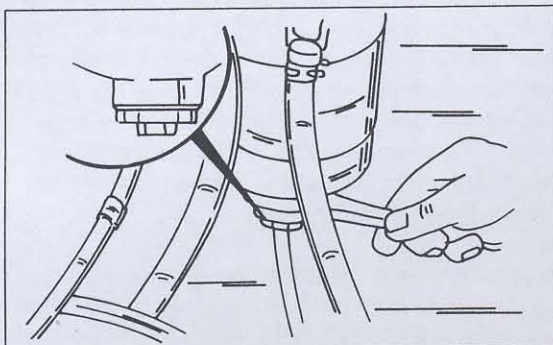
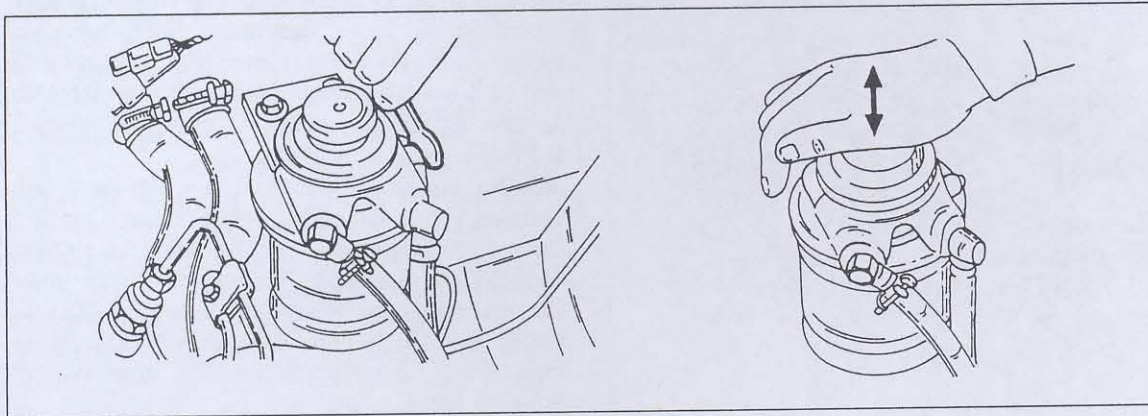

Bild 192
Bild 195
Das Ablassen des Kondenswassers ist eine einfache Angelegenheit. Mit einem Gabelschlüssel den Wasserablassstopfen an der Unterseite des Filters lockern (Bild 192) und einen dicken Lappen unter den Filter halten. Die Entlüftungshandpumpe betätigen (siehe Bild 195, rechte Ansicht), bis nur blasenfreier Kraftstoff, ohne Wasser herausläuft. Normalerweise betätigt man die Pumpe sechs oder sieben Mal. Die Schraube
- Unter Bezug auf Bild 195 die Entlüftungsschraube an der Seite des Kraftstofffilters lockern und den Kolben der Handpumpe entsprechend der Ansicht auf der rechten Seite betätigen, bis nur noch Kraftstoff, frei von Luftblasen aus der Entlüftungsbohrung kommt. Das auslaufende Dieselöl mit einem dicken Lappen auffangen.